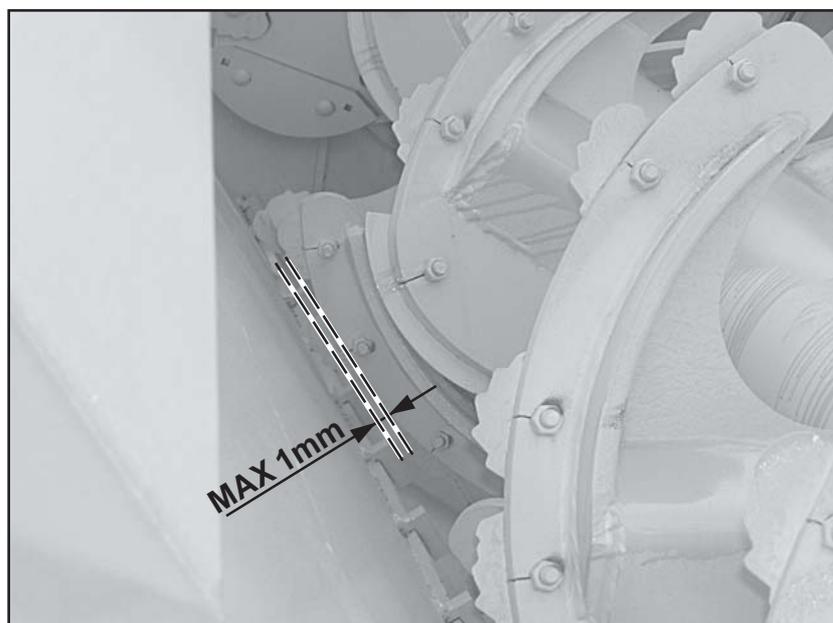

fig.1
N.B. Per ottenere una buona trinciatura con il minimo assorbimento di potenza, i coltelli devono essere registrati ad una distanza massima di circa 1mm dalla lama controcoltello (Fig.1).